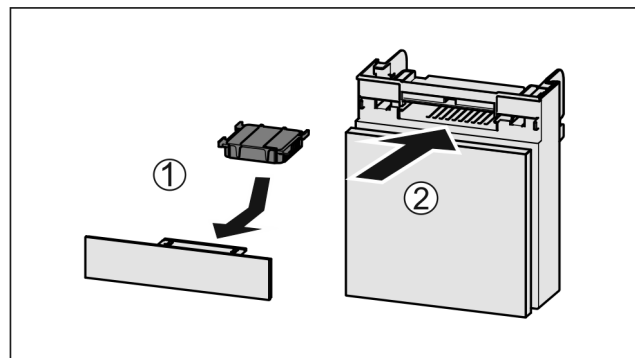

Fig. 104
- Aktivkohlefilter nach Abbildung einsetzen Fig. 104 (1).
► Fach einschieben Fig. 104 (2).